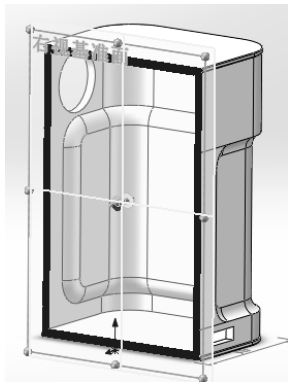

图 7-53 剖面视图
(20) 单击**剖面视图** ，然后调成如图 7-53 所示的剖面视图。单击**草图绘制**→**3D 草图**，绘制如图 7-54 所示的 3D 草图 1（绘制这个草图需要用到**转换引用实体**命令，切换 3D 草图的